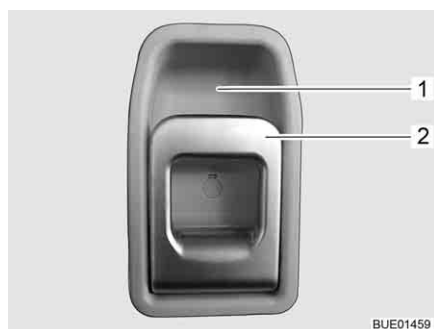

Fig. 60 Serratura della porta di ingresso, lato interno
- Tirare la maniglia (Fig. 60,2). La serratura della porta si sblocca.
- Premere la maniglia (Fig. 60,2) in alto verso l'impugnatura (Fig. 60,1).